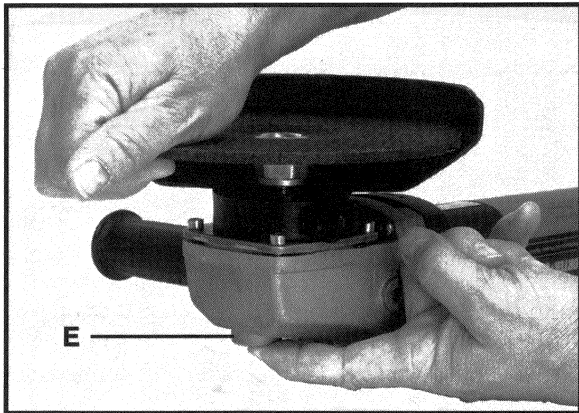

Fig. 5
4. Oprima y mantenga oprimido el botón del cierre del husillo (E), Fig. 5, mientras gira la muela en el sentido de las agujas del reloj hasta que el cierre del husillo se acople. Siga girando la muela hasta que esté firmemente asentada en el husillo.